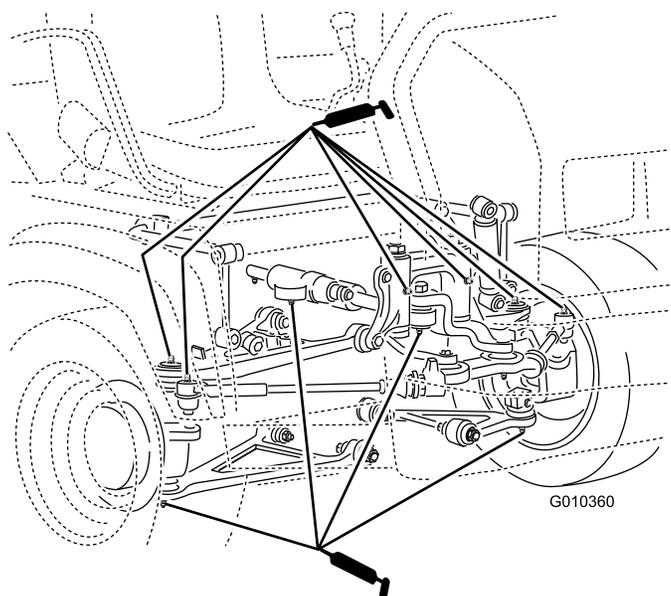

Рисунок 28
- Шаровые опоры (4 шт.); см. Рисунок 28
- Поперечные тяги (2 шт.); см. Рисунок 28
- Шарниры (2 шт.); см. Рисунок 28
- Цилиндр рулевого управления (2 шт.); см. Рисунок 28